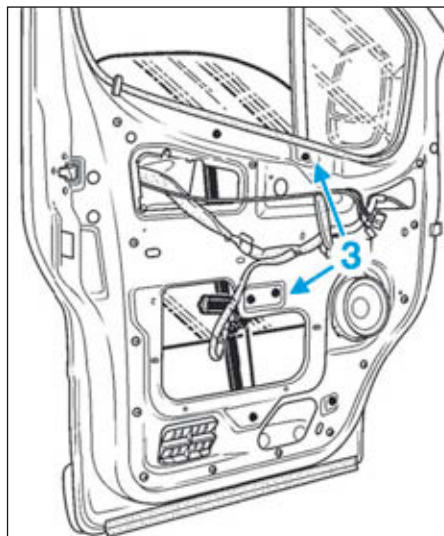

FIG.96
- Déposer les vis du montant fixe (3) (Fig.96).
- Reposer les vis du montant fixe (3) (Fig.96).